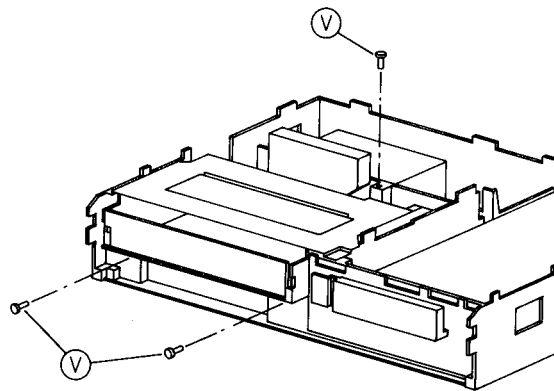

Fig. 11
– Schrauben (V) entfernen (Fig. 11) und gegebenenfalls Steckverbindungen zur Elektronik lösen (Kapitel 8).
– Remove the screws (V) (Fig. 11) and the plug connectors to the electronics if necessary (Para. 8).